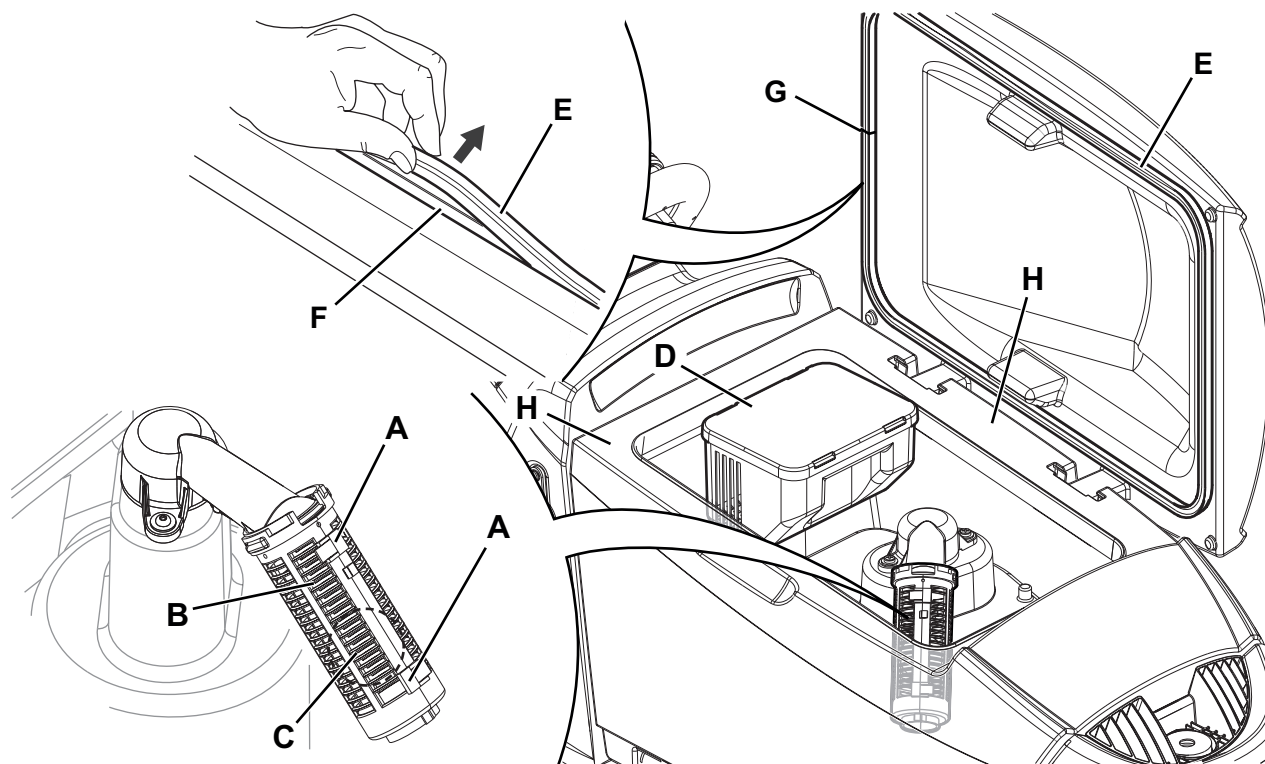

Рис. 13
2. Убедитесь, что машина отключена и ключ пользователя (51) извлечен.
3. Поднимите крышку (34).
4. Промойте бак (33) и крышку чистой водой.
5. Слейте воду из бака с помощью шланга (12).
6. Очистите вакуумную сетку (31), ослабьте фиксаторы (А, Рис. 13), откройте сетку (В) и извлеките поплавок (С), затем тщательно почистите и установите на место.
7. Снимите бачок для сбора мусора (D) и откройте его крышку. Тщательно почистите его и установите на вакуумный шланг.